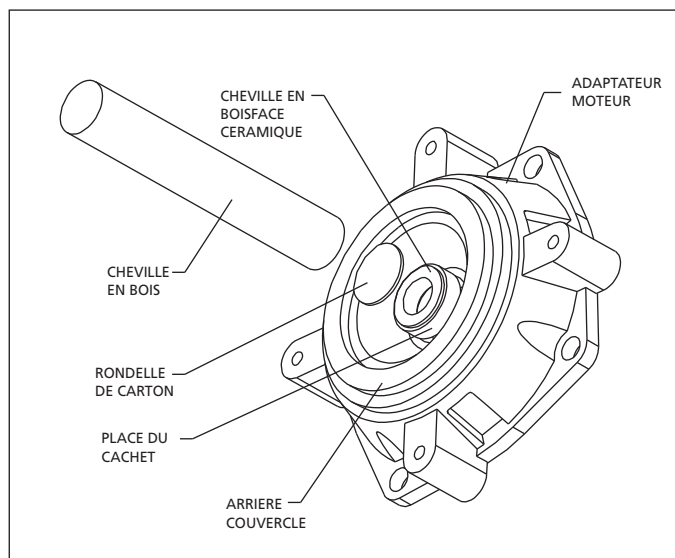

Figure 6 - Assemblée de la Place du Cachet
- Mouiller la portion de caoutchouc de la nouvelle place de cachet (Ref. Non. 4) avec un revêtement léger d'eau savonneuse. En portant des gants ou l'utilisation propre d'un propre léger chiffon, appuyer la place de cachet directement dans le replis d'adaptateur. Utiliser la rondelle de carton (d'ordinaire fourni avec le nouveau cachet) placer sur la surface polie et utiliser un morceau de tringle de tuyau ou cheville pour appuyer fermement mais doucement. Eviter de gratter le visage en céramique blanc (voit la Figure6).